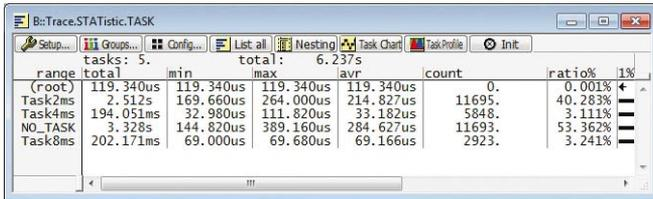

Bild 13: Analyse der Task-Laufzeiten für ein OSEK-Betriebssystem
- Analyse der Task-Laufzeiten (siehe Bild 13)